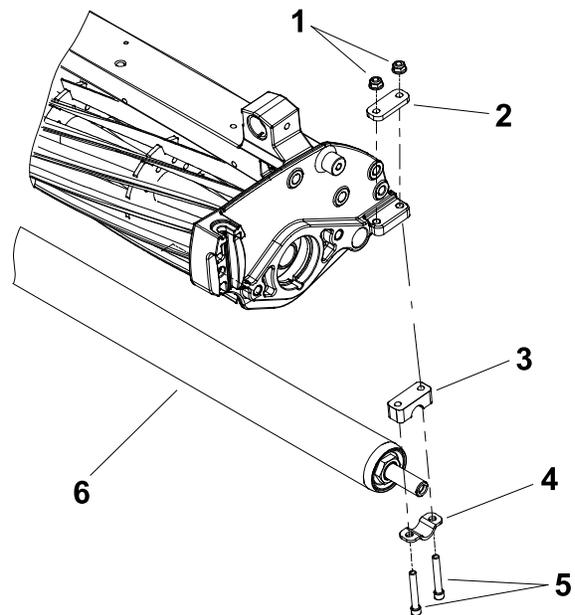

Figura 9
4. Realice los siguientes pasos para retirar el conjunto del rodillo trasero. Consulte Figura 9.